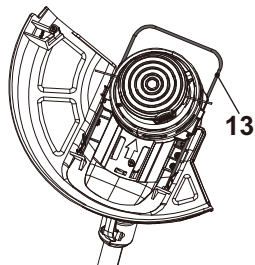

Fig. 11, posición de almacenamiento
- Empuje el protector de plantas (13) hacia adentro para su transporte y almacenamiento (Fig. 11).